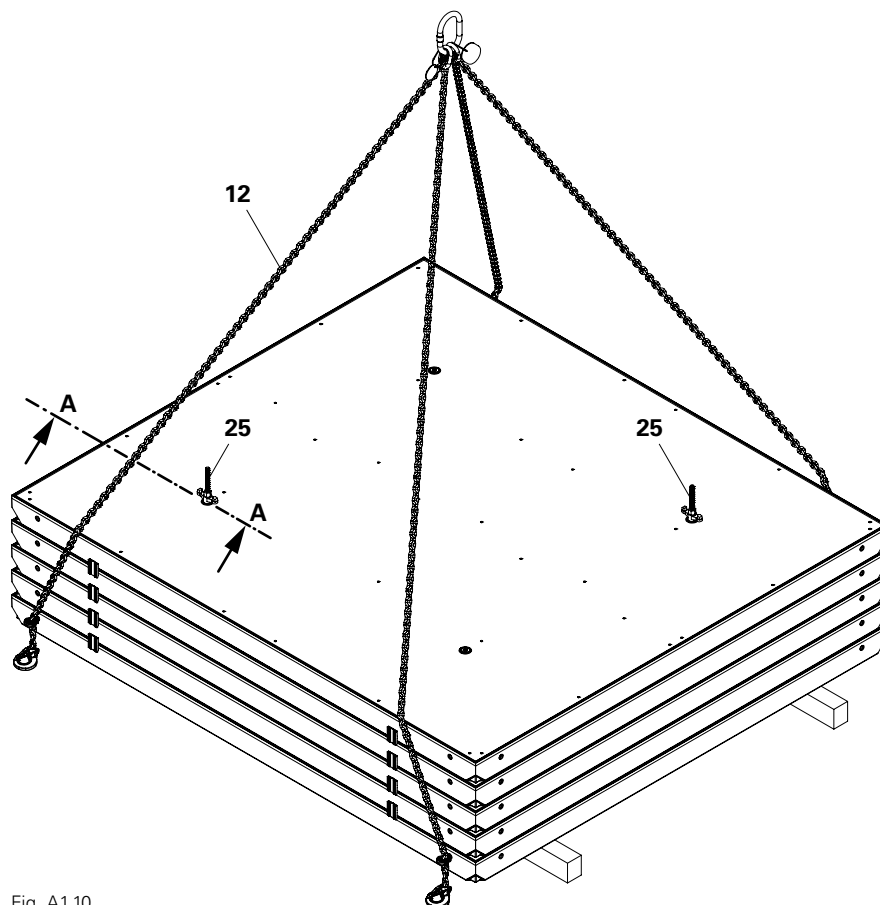

Fig. A1.10
- Tige d'ancrage et écrous papillons – 2x. (Fig. A1.10 + A1.11) La tige d'ancrage doit dépasser la pile d'environ 15 cm.
6. Insérer la seconde tige d'ancrage (25) dans le point d'ancrage extérieur en diagonale de la première tige d'ancrage. (Fig. A1.10) (avec les panneaux de 330 cm, les trous du milieu restent libres.)